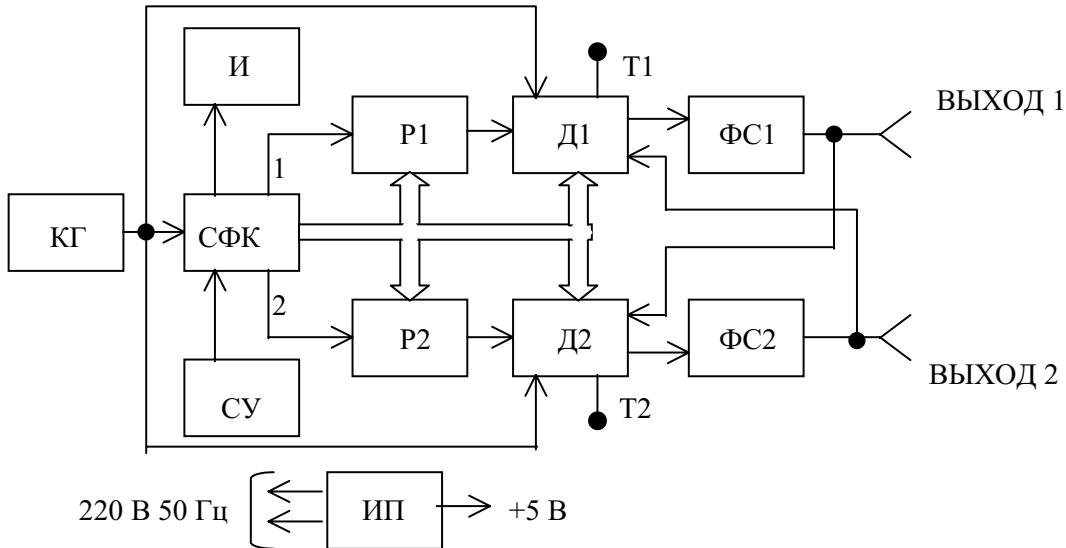

Рис. 1
4.2. Функциональная схема ИР-2 представлена на рис. 1.